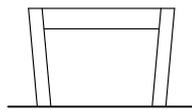

図3-3 寸法以下のイメージ
- 図3-3のように間口下端(※2)の寸法が許容範囲より小さくなった場合は、シャッターが取付けられなかったり、シャッター取付け後に異音やキズが発生して正常に作動しなくなる場合があります。